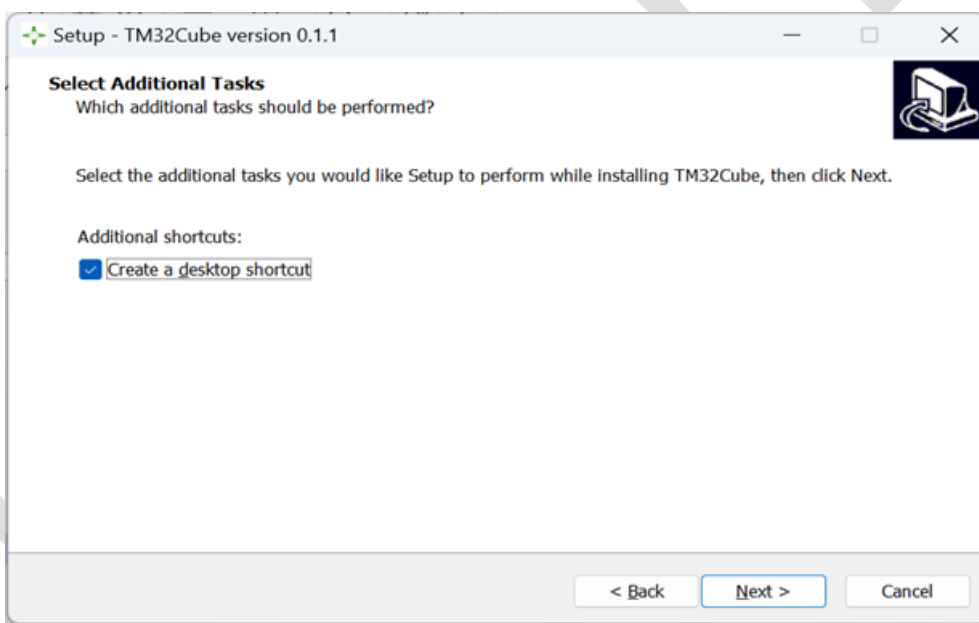

图 2-2 TM32Cube 安装向导对话框（选择是否创建桌面快捷方式）
3. 选择是否创建桌面快捷方式，然后点击 Next（参见图 2-2）。